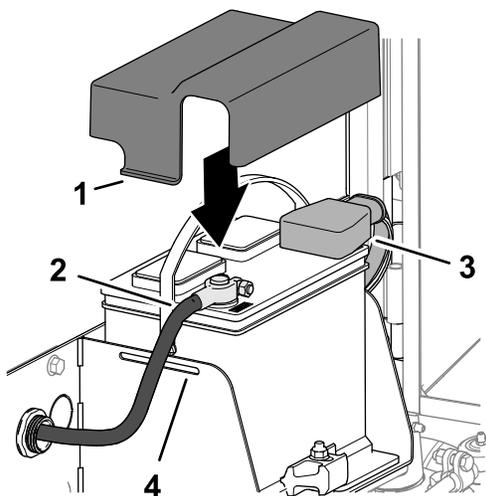

図 97
1. バッテリーのプラス端子に、プラスケーブル赤を接続する図 97。